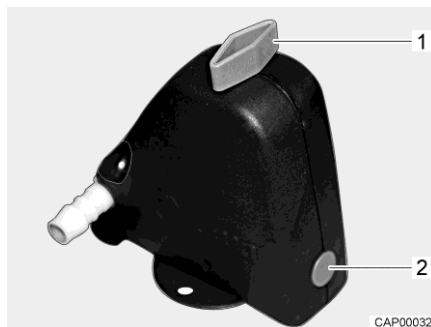
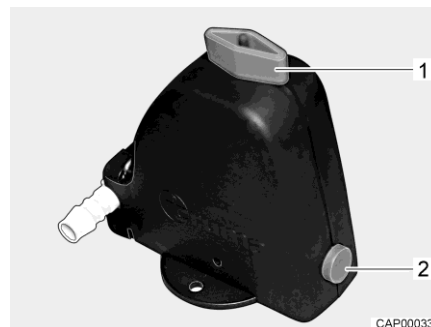

Fig. 120 Válvula de seguridad/purga cerrada
Fig. 121 Válvula de seguridad/purga abierta
- Abrir la válvula de seguridad/purga (Fig. 120). Para ello, girar el botón giratorio (Fig. 120,1) a la posición longitudinal en referencia a la válvula de seguridad/purga. El botón (Fig. 120,2) salta hacia fuera. La válvula de seguridad/purga abierta se muestra en Fig. 121.